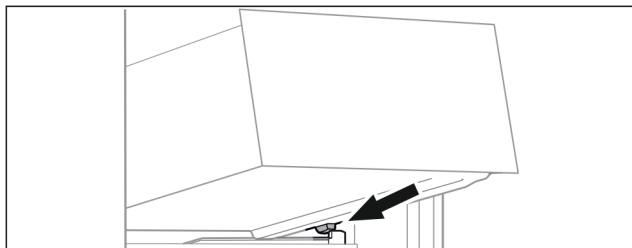

Fig. 114
- ▶ Наклоняя вниз, установите выдвижной ящик за стопоры на контейнерное ребро. (см. *Fig. 114*)